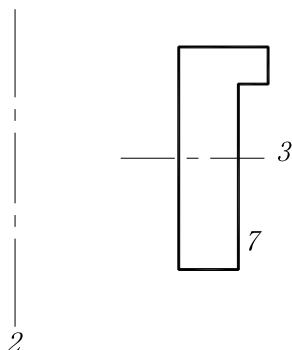

图 7-6 绘制下部分外轮廓
(4) 选择所有偏移出来的 6 条直线, 将其图层改为轮廓线层, 并修剪掉多余的线, 得到主视图下部分外轮廓线, 如图 7-6 所示。